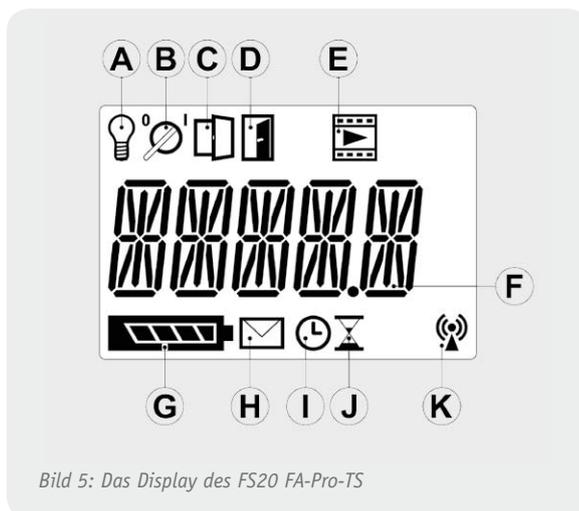

Bild 5: Das Display des FS20 FA-Pro-TS
①	LC-Display (Anzeigeelemente siehe Bild 5 und Tabelle 2)
②	Schiebeschalter Ein/Aus
③	Links/rechts drehen: Einstellung ändern bzw. Menü durchlaufen Drücken (wenn nicht Anzeige der „Intervallanzahl“): Menüfunktion wählen bzw. Einstellung speichern Drücken (während der Anzeige „Intervallanzahl“): Intervallprogramm starten Drücken (während das Intervallprogramm läuft): Intervallprogramm stoppen
④	Einstellung „Startverzögerungszeit“ aufrufen
⑤	Einstellung „Intervall-Pausenzeit“ aufrufen
⑥	Menü aufrufen/verlassen (ohne zu speichern)
⑦	Rückseitige Gehäuseabdeckung
⑧	Batteriefach
⑨	Kurzanleitung hinter der Gehäuseabdeckung
Bild 4 zeigt die vorder- und rückseitigen Bedienelemente des FS20-Intervall-Senders, deren Funktionen in Tabelle 1 kurz beschrieben sind. In Bild 5 ist das Display mit allen Anzeigeelementen dargestellt, die in Tabelle 2 kurz erläutert werden.
Die Elemente des Displays in Bild 5